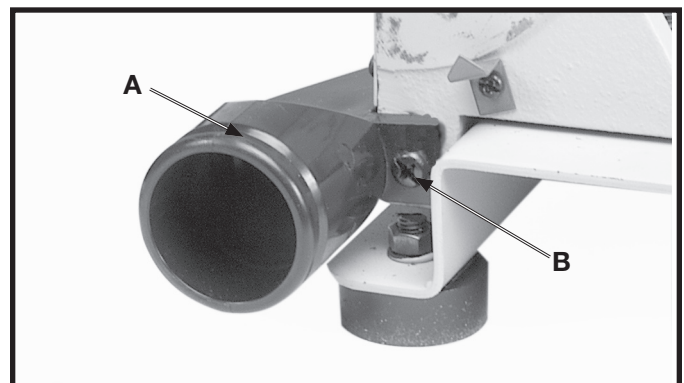

Fig. 12
Assembler la goulotte de poussière (A) à la base de la ponceuse à disque à l'aide de trois vis à tête cylindrique bombée M6 x 1 x 15 mm et une rondelle à denture intérieure (B) de 6,4 mm comme indiqué à la fig. 12.